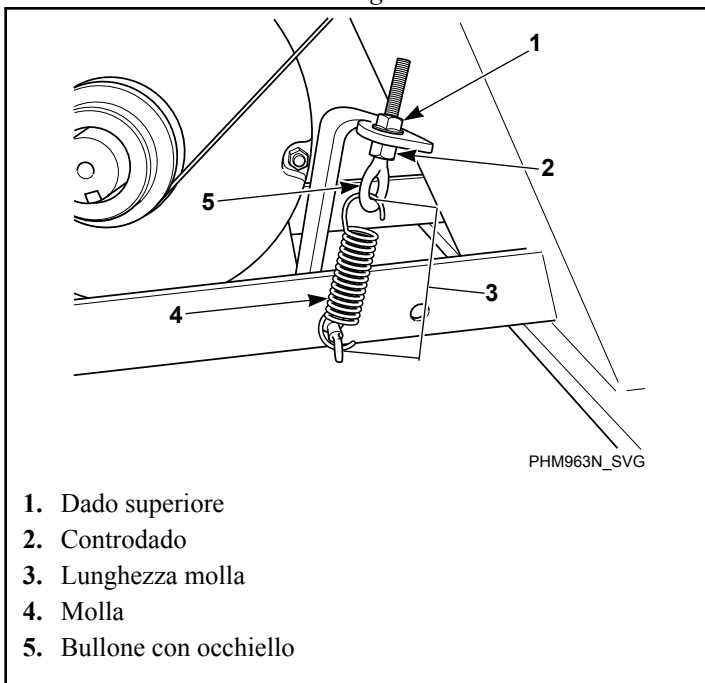

Figura 44
- Regolazione della frequenza.** Serrare il dado superiore del bullone a occhiello finché non viene ottenuta la corretta frequenza (vedere la *Tabella 37*) a medio ser-raggio. Serrare il controdado sulla staffa a molla a $20,6 \pm 2$ ft.-lbs. Vedere la *Figura 44*.
- Misuratore di tensione.** Serrare il dado superiore del bullone a occhiello finché non si ottiene il valore corretto (fare riferimento a *Tabella 37*) a metà del tratto della cinghia. Serrare il dado di bloccaggio contro la staffa della molla a $20,6 \pm 2$ ft.-lbs. Fare riferimento a *Figura 44*.
- Lunghezza molla.** Serrare il dado superiore del bullone con occhiello finché la molla misura 103 mm [3 15/16 pollici] (modelli da 20,41 kg (45 libbre) - 29,48 kg (65 libbre)) o (modelli da 38,55 kg (85 libbre) - 72,57 kg (160 libbre)) tra i ganci. Serrare il dado di blocco alla staffa della molla a $27,93 \pm 2,71$ Nm ($20,6 \pm 2$ ft.-lbs). Vedere *Figura 44*.
- Mantenere la tensione durante la rimozione della cinghia.** Se è stata raggiunta la tensione corretta, fissare in posizione il controdado con del nastro adesivo e allentare il dado superiore del bullone a occhiello per rilasciare la cinghia. Riposizionare la cinghia e serrare nuovamente il dado superiore del bullone a occhiello nella posizione del controdado. Vedere la *Figura 44*.